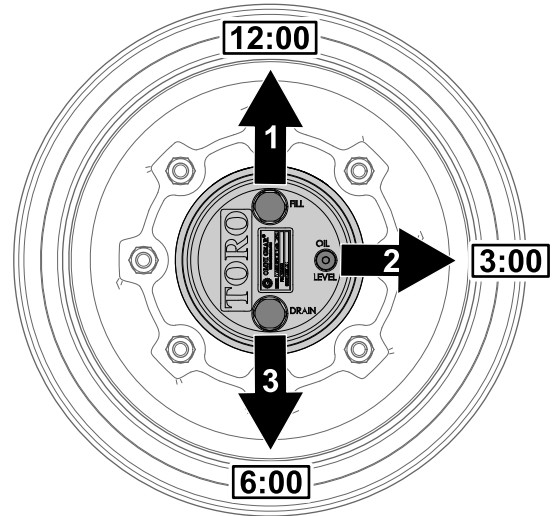

图 60
1. 将机器停放在水平地面上将车轮放置为加油塞在 12 点钟位置检查塞在 3 点钟位置排油塞在 6 点钟位置图 60。
2. 取出 3 点钟位置的检查塞图 60。
1. 将机器停放在水平地面上将车轮放置为加油塞在 12 点钟位置检查塞在 3 点钟位置排油塞在 6 点钟位置请参阅 检查行星齿轮传动润滑油 \(页码 46\) 中的图 60。